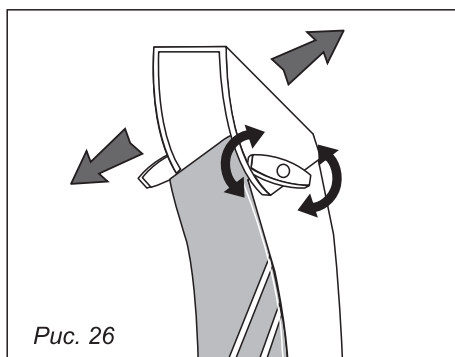

Рис. 26
13.1. Регулировка наклона крыла разгрузочного желоба (рис. 26)